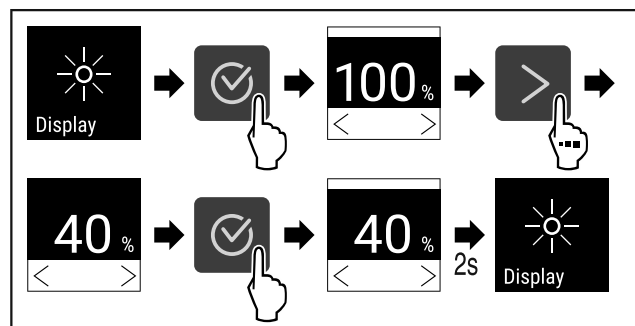

Fig. 78
- ▶ Genomför stegen (se Fig. 78).